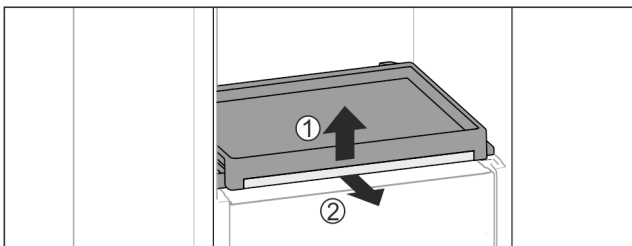

Fig. 77
- ▶ Витягніть витяжну панель зі скляною полицею: Підніміть трохи скляну полицю спереду Fig. 77 (1) та витягніть вперед Fig. 77 (2).